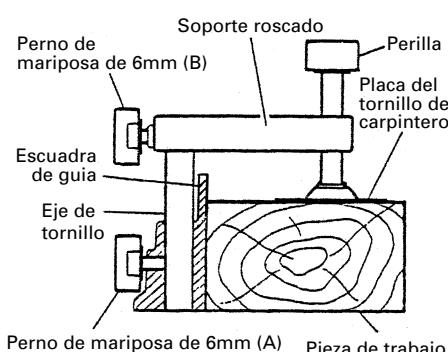

Fig. 24
(1) El conjunto de tornillo de carpintero puede montarse en la escuadra de guía izquierda (escuadra de guía (B)) o bien en la escuadra de guía derecha (escuadra de guía (A)) aflojando el perno de orejas de 6mm (A).
(2) El portatornillo puede elevarse o bajarse de acuerdo con la altura de la pieza de trabajo aflojando el perno de orejas de 6mm (B). Despues del ajuste, apriete firmemente el perno de orejas de 6mm (B) y fije el portatornillo.
(3) Gire la perilla superior y fije firmemente la pieza de trabajo en su lugar (Fig. 24).